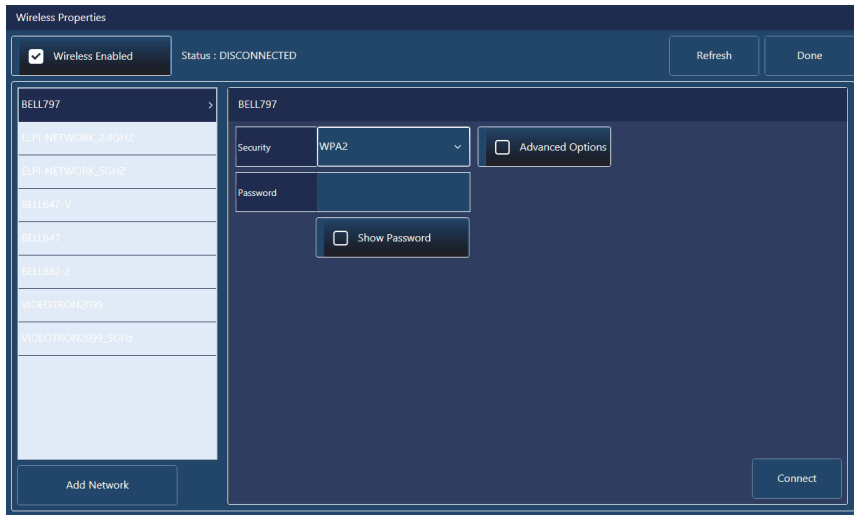

Figura 2-53 Ventana de Propiedades de conexión inalámbrica
**Conexión inalámbrica activada, Seguridad, Contraseña, Mostrar contraseña, Opciones avanzadas, Agregar red, Refrescar, Terminar y Conectar.** Para acceder a estas opciones, diríjase a **Preferencias > Conexión inalámbrica** (ver Figura 2-53 en la página 105 y Tabla 43 en la página 105).